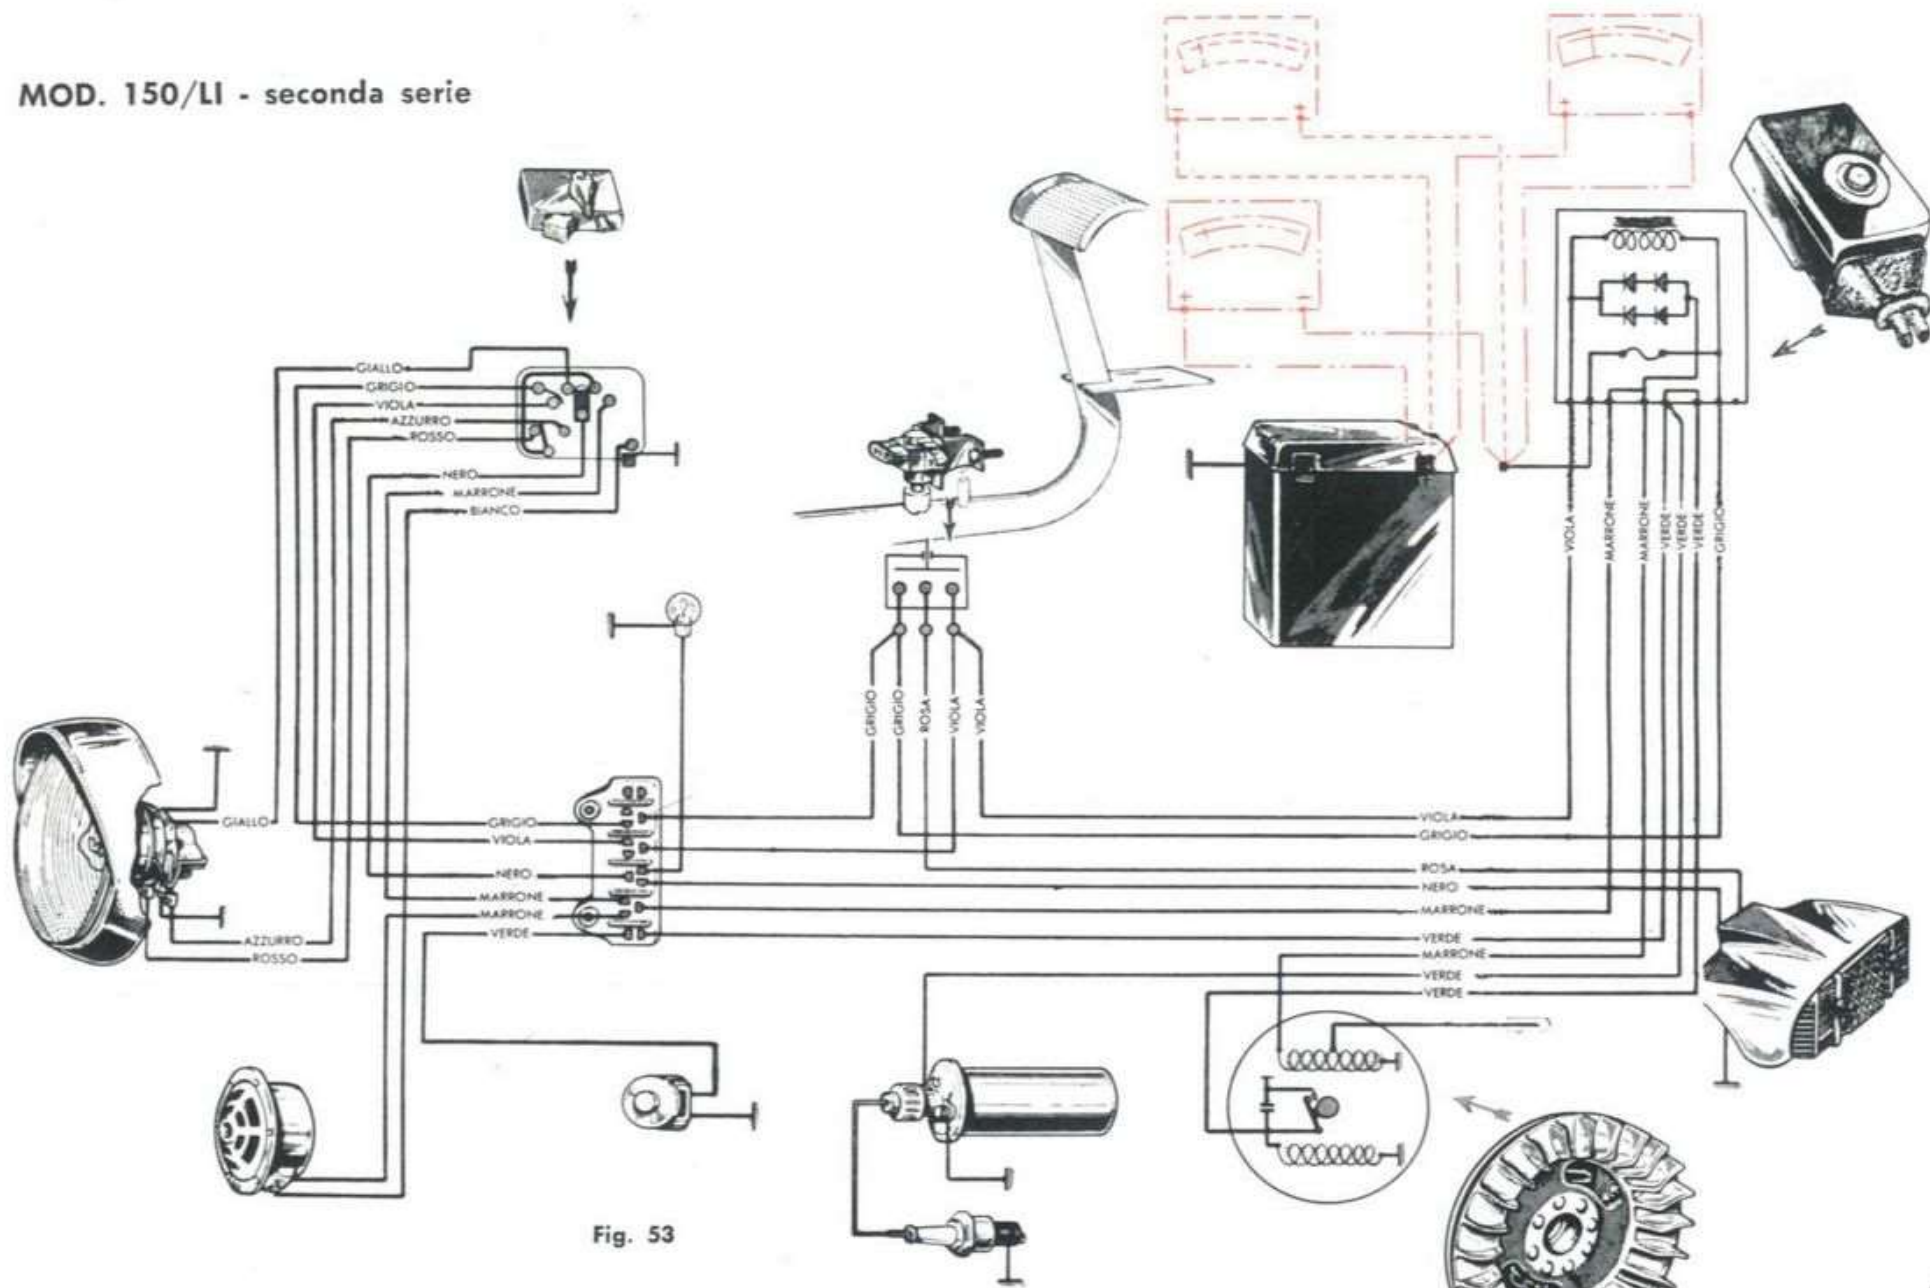

Fig. 53
_____	<p>Inserire l'amperometro fra il polo positivo della batteria ed il cavo del circuito di utilizzazione (positivo dell'amperometro collegato al positivo della batteria, negativo dell'amperometro collegato al cavo del circuito di utilizzazione) - vedi fig. 53 per 150 Li e fig. 54 per 175 Tv.</p> <p>Ruotare la levetta del commutatore in posizione 1 (luci di posizione accese) per 150/LI e pos. 2 per 175/TV e controllare che l'assorbimento dell'impianto sia compreso fra 0,9 e 1,1 A.</p>
_____	<p>Inserire l'amperometro fra il polo positivo della batteria ed il terminale del cavo del circuito (positivo della batteria collegato al negativo dell'amperometro, cavo del circuito collegato al positivo dell'amperometro) vedere fig. 53 per 150 Li e fig. 54 per 175 Tv. Avviare il motore e tenere il commutatore in posizione di marcia diurna. Ai sottoindicati regimi, misurati col contagiri applicato a mano sul dado di bloccaggio del volano, si devono avere per un funzionamento regolare</p>
<p>_____</p>	<p>La misura della corrente inversa dalla batteria al circuito permette di valutare la dispersione di corrente a motore fermo.</p> <p>Per eseguire la lettura il commutatore deve essere in posizione 0 (sosta normale). Il morsetto positivo del milliamperometro va collegato al morsetto positivo della batteria e il morsetto negativo del milliamperometro va connesso al cavo che collega la batteria all'impianto Vedi fig. 53 per la 150 Li e fig. 54 per la 175 TV. Assicurarsi che la valvola fusibile 8 A sia regolarmente fissata sui morsetti, in quanto un cattivo contatto può determinare errate misure.</p> <p>Il valore massimo ammissibile della corrente è 3 mA. Se la corrente supera tale valore si deve ricercare la causa di tale dispersione che può essere:</p> <ul style="list-style-type: none"> — raddrizzatore avariato — sostituirlo — difetto di isolamento nel circuito elettrico: individuare il tratto di circuito o l'organo difettoso.